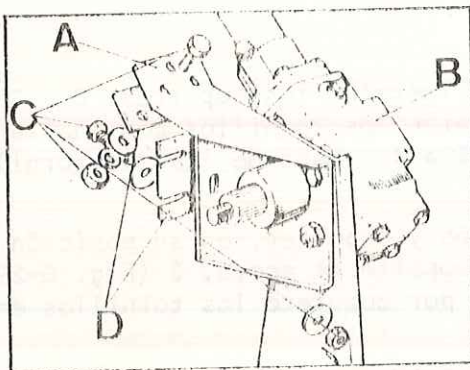
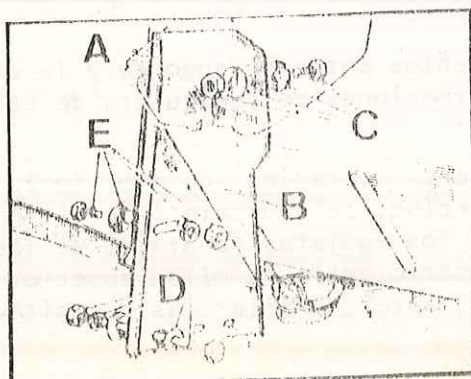

Fig. G-28 Soporte de la caja de dirección
Fig. G-29 Soporte de apoyo
1.10. Soltar los elementos de fijación del soporte de la caja de dirección, A -- (Fig. G-28) y el soporte de apoyo, B (Fig. G-29).
- 2.2. Situar el conjunto de la caja de dirección y soportes, en su posición normal de trabajo, sobre el vehículo. Fijar el soporte de apoyo, B (Fig. G-29) al -- chasis, aleta y salpicadero, sin apretar por completo los tornillos en esta -- fase.
- 2.3. Sujetar el soporte, A (Fig. G-28) al salpicadero, sin apretar por completo -- los tornillos.
- 2.5. Apretar los tornillos de los soportes con una tensión de 2 mkg (Fig. G-28 y G-29).